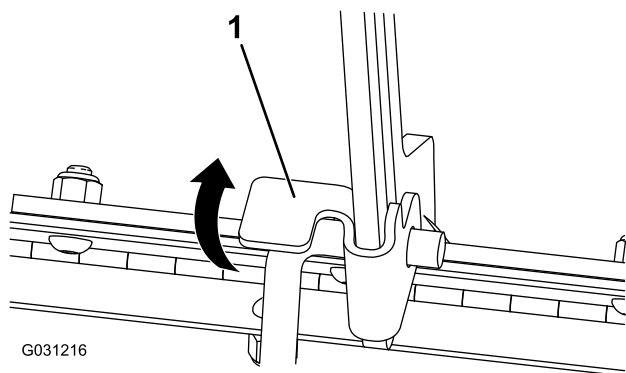

Figura 37
1. Levante la pestaña que sujeta la varilla de soporte (Figura 37)